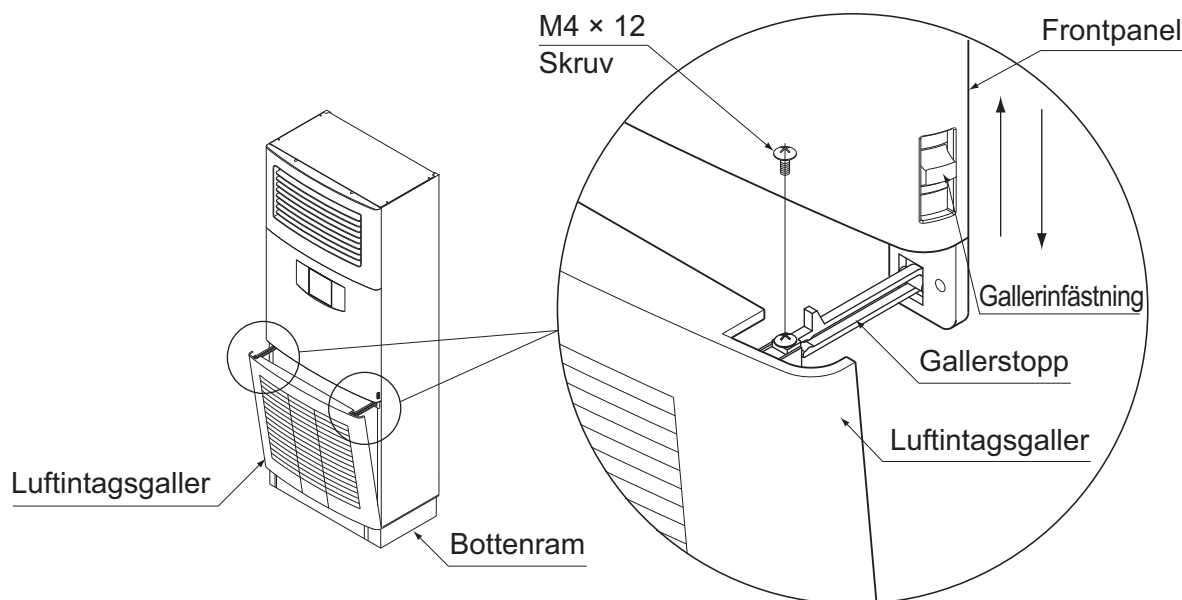

Bild 41
2. Montera gallerstoppet (frontpanelen) i spåret på suggallret och lås fast gallret i dess ursprungliga läge med hjälp av en skruv. (Se bild 41)
3. Kontrollera att gallerfixturen är lyft och stäng sedan suggallret. Stäng gallret och sänk sedan ned gallerfixturen. (Se bild 41)